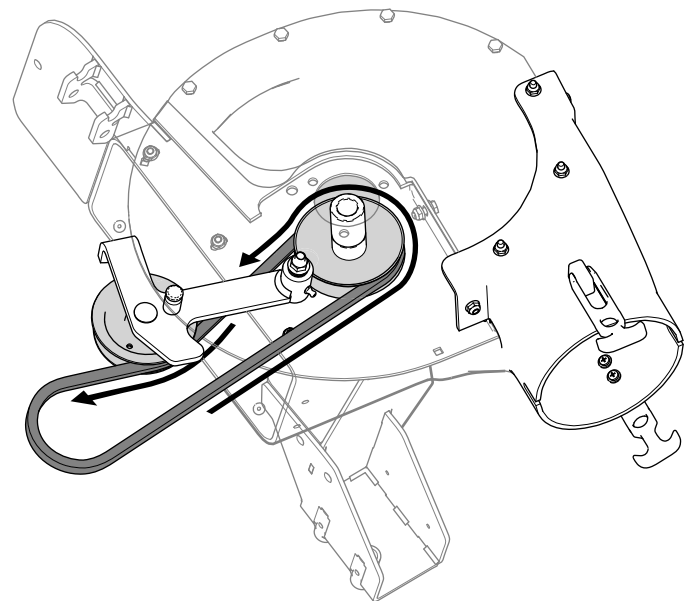

Bild 38
2. Legen Sie den Gebläseriemen um die Gebläseriemenscheibe (Bild 38).